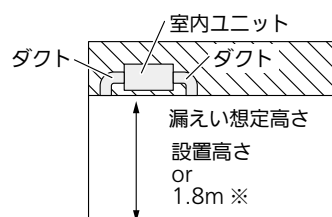

図 1
- 3-18. 224・280 形の室外ユニットに接続の場合、室内ユニットを設置する屋内空間は、漏えいした冷媒の濃度が可燃濃度に近づかないように、図 1 の計算式に当てはまる場所への設置は行わないでください。
- 漏えい想定高さは床面から冷媒漏えい想定個所までの高さです。冷媒漏えい想定個所は、室内ユニットの設置高さもしくは配管継手（ろう付け継手は除く）のうち、最も低い高さのことです。詳細は図 1 にてご確認ください。
- 設置高さが不明な場合、図 1 ※印の数値としてください。